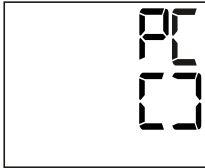

Fig. 1
- Avviare la trasmissione dei dati nel software per PC „medi.connect“. Durante la trasmissione dei dati sul display viene visualizzata un’animazione. La riuscita della trasmissione dei dati viene rappresentata sul display del misuratore di pressione come raffigurato nella Fig. 1.